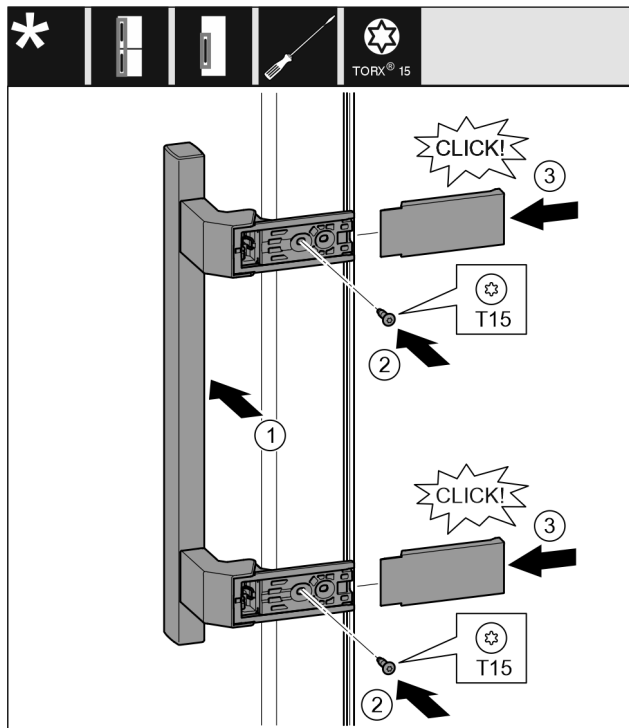

Fig. 19
- ▶ Установите ручку на противоположной стороне. Fig. 19 (1)
- ▶ Затяните винты отверткой T15. Fig. 19 (2)
- ▶ Установите крышки сбоку и надвиньте их. Fig. 19 (3)